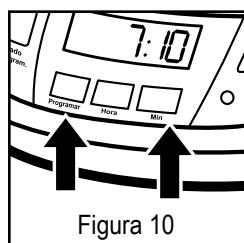

Figura 10
3. Ainda pressionando e segurando o botão “PROGRAMAR”, pressione e segure o botão de minutos MIN, até que na tela do relógio apareçam os minutos corretos. Veja figura 10.